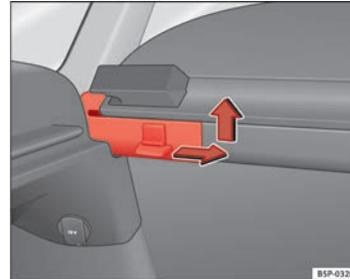

Fig. 124 Desmontagem da chapeleira
- Pressione a cavilha lateral no sentido da seta, levante a chapeleira e retire-a ⇒ Fig. 124.